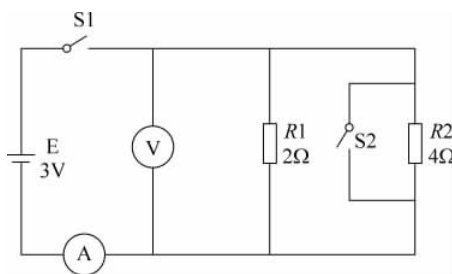

图 1-7 题(2)图
- (2) 将如图 1-7 所示电路图画在图幅为 A4 的图纸上,学生作业用标题栏格式见表 1-8。